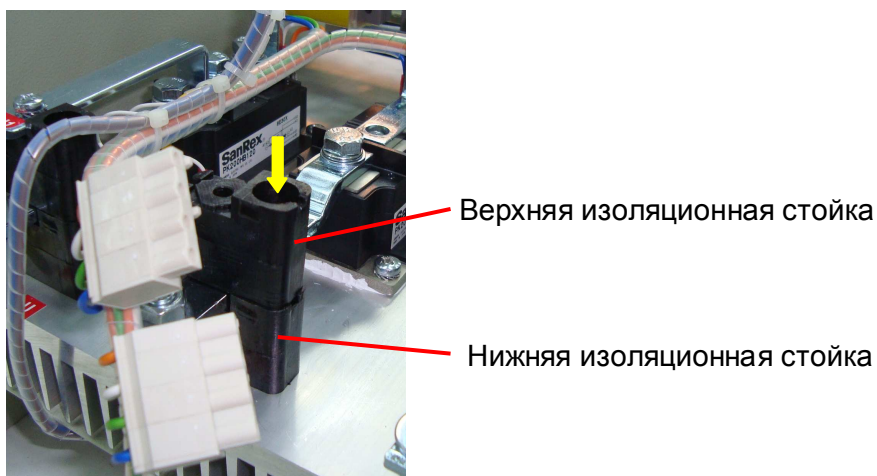

Рис. 7.6
7.1.9. Установить верхнюю изоляционную стойку соосно с нижней стойкой и отверстием в радиаторе и зафиксировать их винтом (рис. 7.6, желтая стрелка).